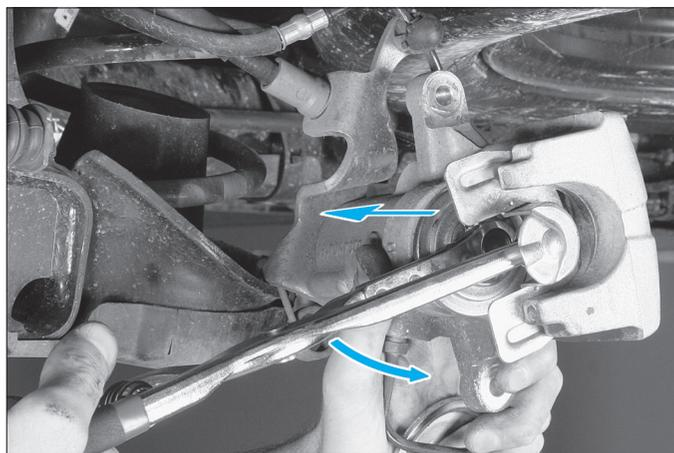

Fig. 23
- Tourner et repousser le piston de l'étrier de frein droit dans le sens horaire (Fig.23).